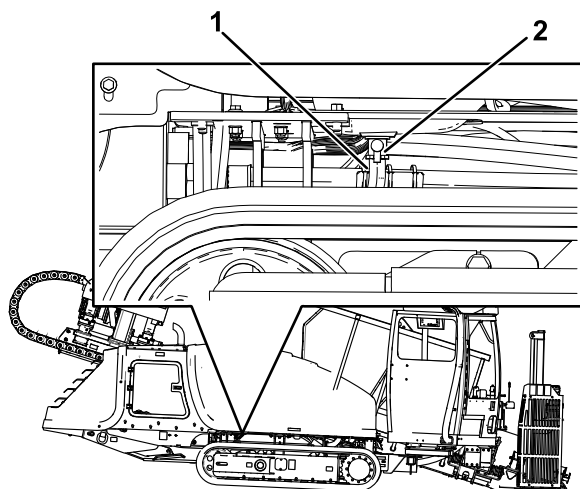

Figure 94
2. Vérifiez que le flexible de vidange (Figure 94) est bien tiré vers le haut et que son extrémité est placée dans un bac de vidange.
3. Ouvrez le robinet de vidange (Figure 94).
5. Refermez le robinet de vidange quand la vidange est terminée (Figure 94).
6. Remettez le flexible de vidange à sa position d'origine (Figure 94).